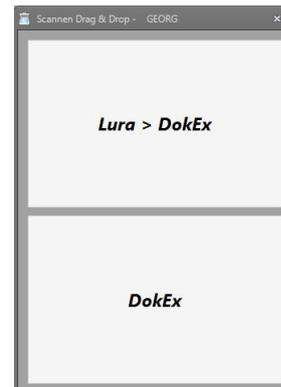

Abbildung 7: Scannen aktiv
Unten rechts wird "Scannen aktiv" (Abbildung 7) angezeigt (wenn mind. 1024er Auflösung). Jetzt wird ständig nach der Datei 1.tif bzw. 2.tif im Ordner "Eigene Dateien" gesucht.
- 5.) Unmittelbar nach dem Ablegen öffnet sich in **GEORG** der Scan-Dialog Abb.: 6 bzw. Abb.: 7. Vergeben Sie hier die entsprechenden Bezeichnungen für Gemarkung / Flur bzw. die Dokumentbezeichnung.